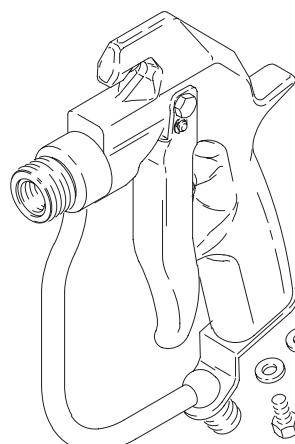

Fig. 19
- Monter les vis (24). Voir Fig. 19.